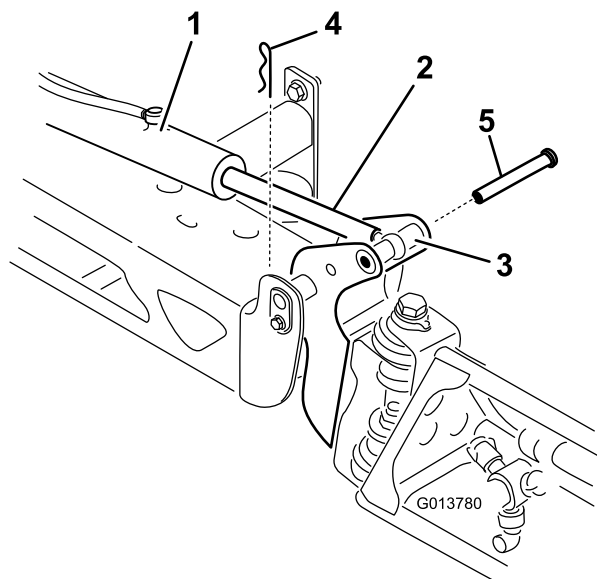

图 106
2. 从枢轴销图 106 上拆下开口销。
3. 向上提起喷洒臂拆下柱销图 106 然后将喷洒臂慢慢放到地面上。
9. 支撑住喷洒臂将柱销插入喷洒臂枢轴和杆端图 106。